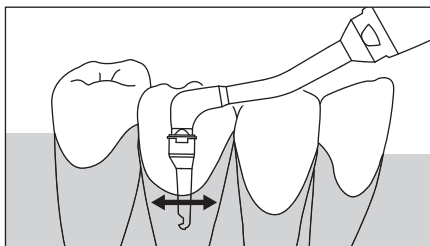

Abb. 6
3) Führen Sie die Düsen Spitze in eine Parodontaltasche von 3 mm oder mehr ein. (Abb. 6)